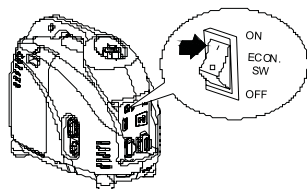

Рис. 19
- б) Переведите переключатель экономичного режима в положение «ON» (Рис.19).